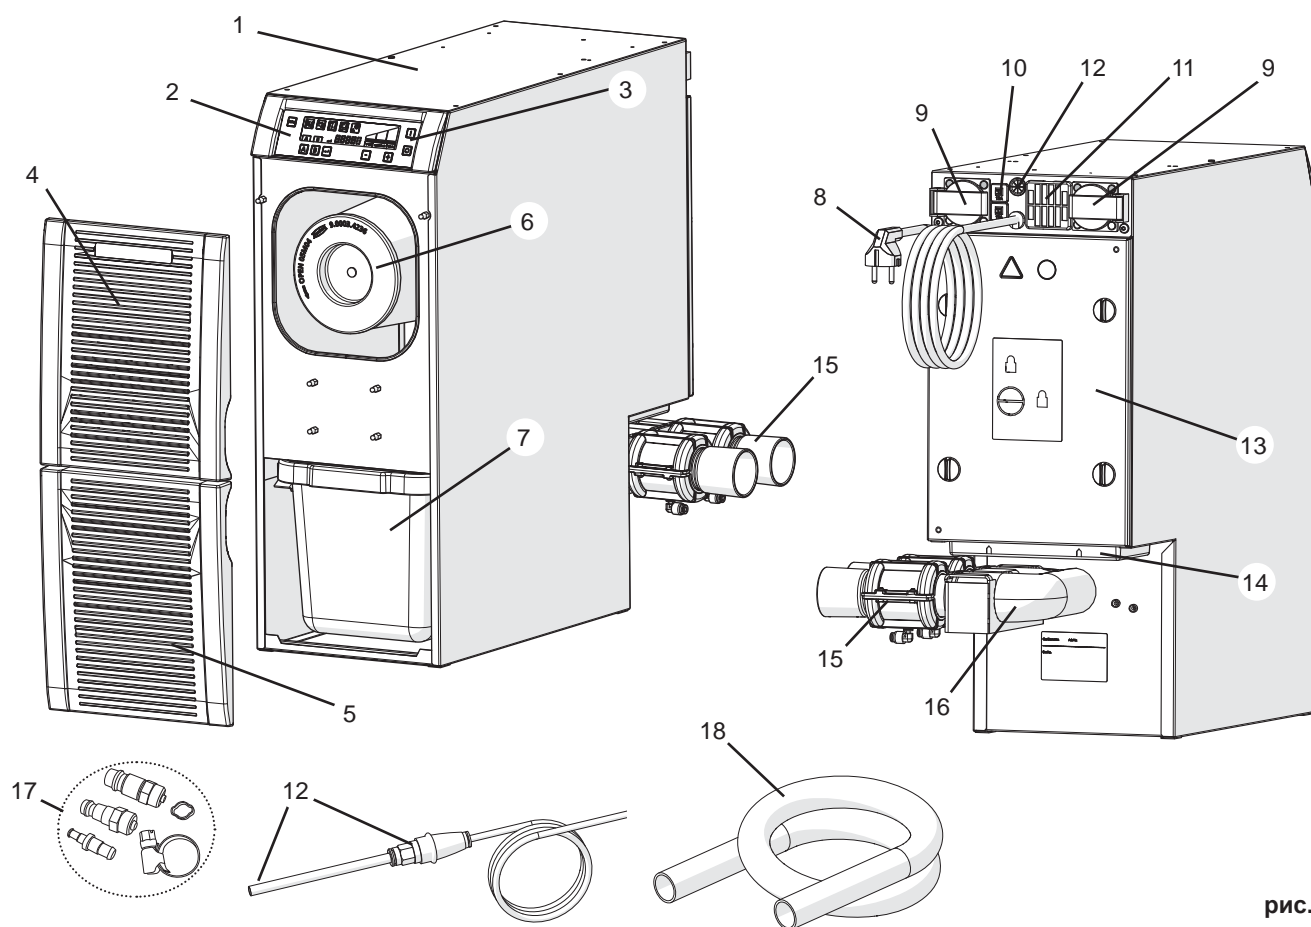

рис. 1
- вытяжное отверстие (14, рис. 1) оставалось свободным.
- ⇒ Выключите прибор, нажав на выключатель (3, рис. 1).
- ⇒ Выберите подходящую шланговую муфту из прилагаемого набора соединительных элементов (17, рис. 1) и закрепите ее на конце шланга.